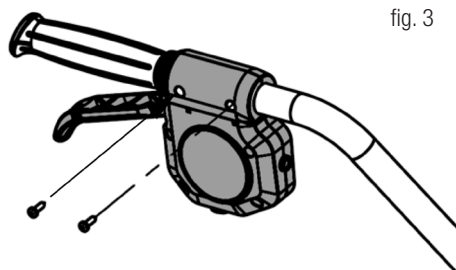

fig. 3
3. Montez la poignée d'embrayage comme indiqué sur la fig. 3.